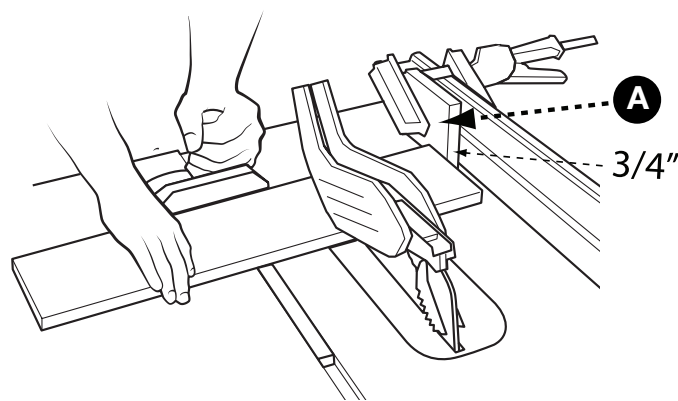

FIGURE 29
Lors de la coupe transversale d'un certain nombre de pièces de la même longueur, vous pouvez fixer un bloc de bois (A) (figure 29) au guide et l'utiliser comme une jauge de découpe. Le bloc (A) doit être d'au moins $\frac{3}{4}$ po (19 mm) d'épaisseur pour empêcher la pièce coupée de se coincer entre la lame et le guide. Une fois que la longueur de découpe est déterminée, verrouiller le guide et utiliser le guide d'onglet pour pousser la pièce dans la lame.